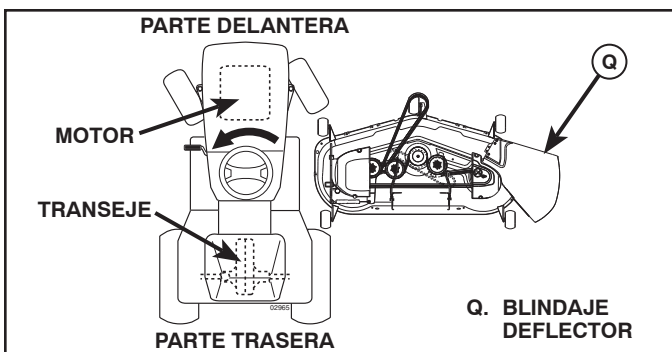

Fig. 6
3. GIRE EL VOLANTE HACIA LA IZQUIERDA Y UBIQUE LA CORTADORA DE CÉSPED EN SU LUGAR (Vea Fig. 6)
- Gire el volante completamente hacia la izquierda y ubique la cortadora de césped en el lado derecho del tractor con el blindaje deflector (Q) a la derecha.